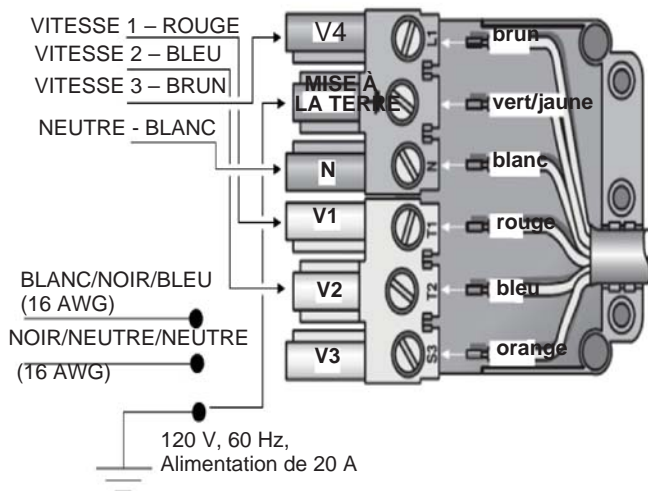

Figure 23 : Câblage de hotte avec un ventilateur de conduit
8. Branchez le ventilateur à distance aux fils du connecteur en tire-bouchon, comme illustré sur la Figure 23. Branchez le fil vert (mise à la terre) à la vis de mise à la terre de la boîte de connexion. Consultez les instructions d'installation du ventilateur pour plus de détails sur le câblage.